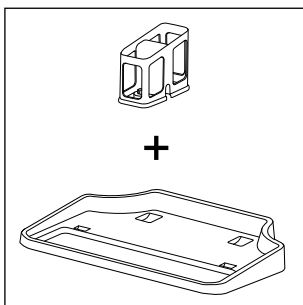
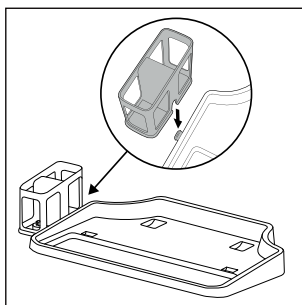

Fig. 4
Fig. 5
- ◆ La stazione di parcheggio e pulizia è costituita da una base **4** e da un supporto del rullo a spazzola **5** (vedere fig. 4). Per montare la stazione di parcheggio e pulizia, spingere il supporto del rullo a spazzola **5** lateralmente nell'apertura della base **4**. Spingere in basso il supporto del rullo a spazzola **5** finché non s'innesta saldamente nella base **4** (vedere fig. 5).